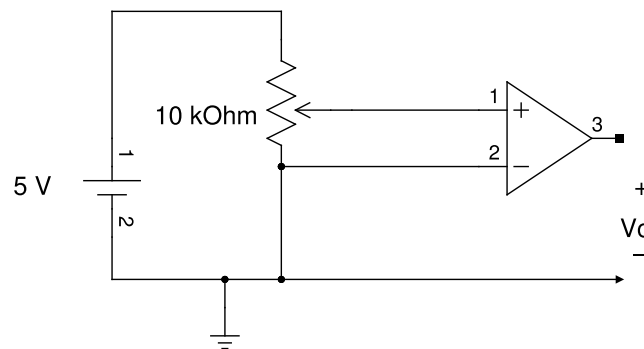

Figura 4.2
1. Monte o circuito da figura 4.2, alimentando o AMP-OP com $V_{cc+} = 10V$ e $V_{cc-} = -10V$;